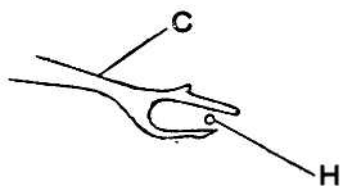

Рис. 23
2. Когда нитевой крючок расположен в крайнем левом положении (рис. 23) после завершения выше описанных регулировок, острие иглы «Н» должно располагаться посередине зубца нитевого крючка «С». Игла также может пройти сквозь нитевой крючок в положении чуть ниже его середины. Необходимо выполнить более точную регулировку, если острие иглы соприкасается с нитевым крючком.